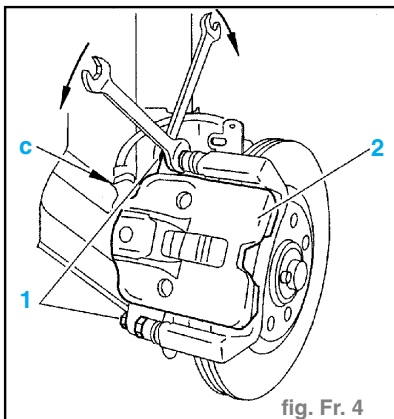

fig. Fr. 4
- Déposer les vis (1). (fig. Fr. 4)
- Déposer l'étrier de frein (2).